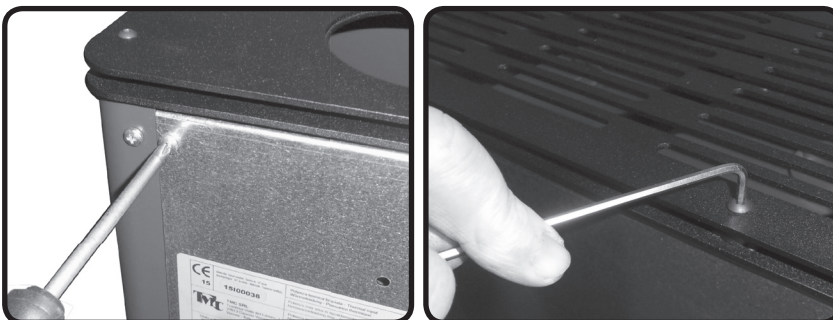

Abb. 15a: Öffnen der Frontplatte
1. Entfernen Sie die Schrauben der hinteren Abdeckung mit Hilfe eines Kreuzschlitzschraubenziehers, lösen Sie die mittlere Schraube auf der oberen Abdeckung mit einem Inbusschlüssel (3 mm) wie in Abbildung 15a dargestellt.